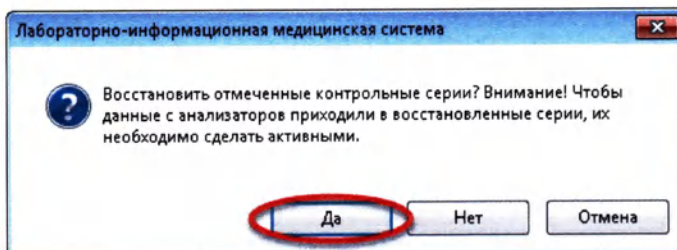

Рисунок 12.54
2. В появившемся диалоговом окне подтвердите восстановление, нажав кнопку «Да» (Рисунок 12.54):